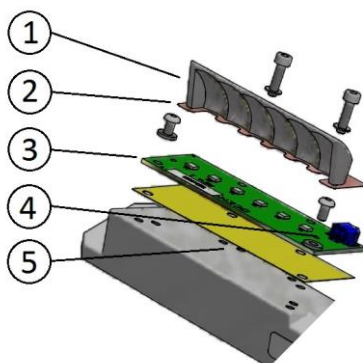

Figura 22 – Reemplazo del módulo LED
- Figura 22 – n°4)
- Figura 22 – n°1) de la placa de montaje desenroscando los dos tornillos HSCS M3x12
- Figura 22 – n°5) esté colocada debajo del módulo LED y colocada a la derecha
- Figura 22 – n°2) se coloca sobre la placa LED y está acostada y colocada a la derecha
- Figura 22 – n°4) al módulo LED